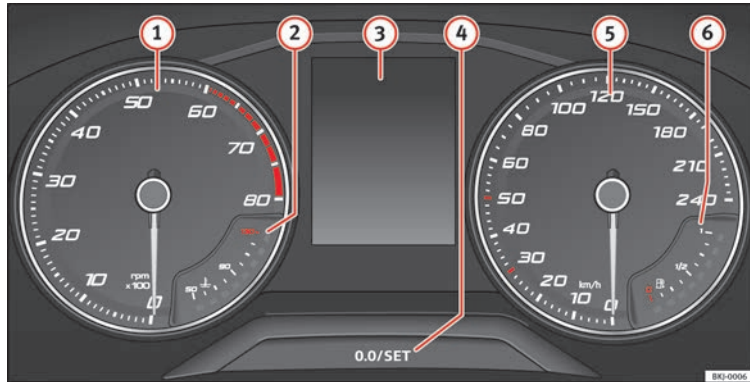

Fig. 106 Combiné d'instruments à l'avant.
Le compte-tours indique le nombre de tours du moteur par minute » **fig. 106 ①**.
L'aiguille du compte-tours **①** » **fig. 106** ne doit rester que peu de temps dans la zone rouge : risque d'endommagement du moteur.
Lors de la mise du contact d'allumage, l'écran du tableau de bord » **fig. 106 ③** affiche diverses informations en fonction de l'équipement du véhicule :
- Appuyez brièvement sur le bouton » **fig. 106 ④** pour remettre le compteur kilométrique journalier à 0.
- Maintenez enfoncé le bouton **④** pendant environ 3 secondes pour afficher la valeur précédente.
- Pour régler l'heure, maintenez enfoncé le bouton **» fig. 106 4** pendant plus de 3 secondes afin de sélectionner l'indicateur des heures ou des minutes.
Maintenez enfoncé le bouton **» fig. 106 4** pendant plus de 15 secondes pour afficher les lettres-repères du moteur (MKB) du véhicule. Pour cela, le contact d'allumage doit être mis et le moteur coupé.
L'indicateur de température du liquide de refroidissement  »» fig. 106 ne fonctionne que lorsque le contact d'allumage est mis. Pour éviter d'endommager le moteur, veuillez tenir compte des remarques suivantes, relatives aux plages de température.